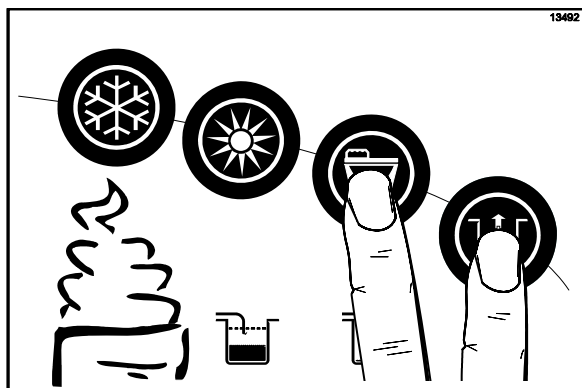

Рисунок 163
10. Нажмите на символы   (ПРОМЫВКА и НАСОС) и закройте раздаточный клапан. (См. рис. 163)